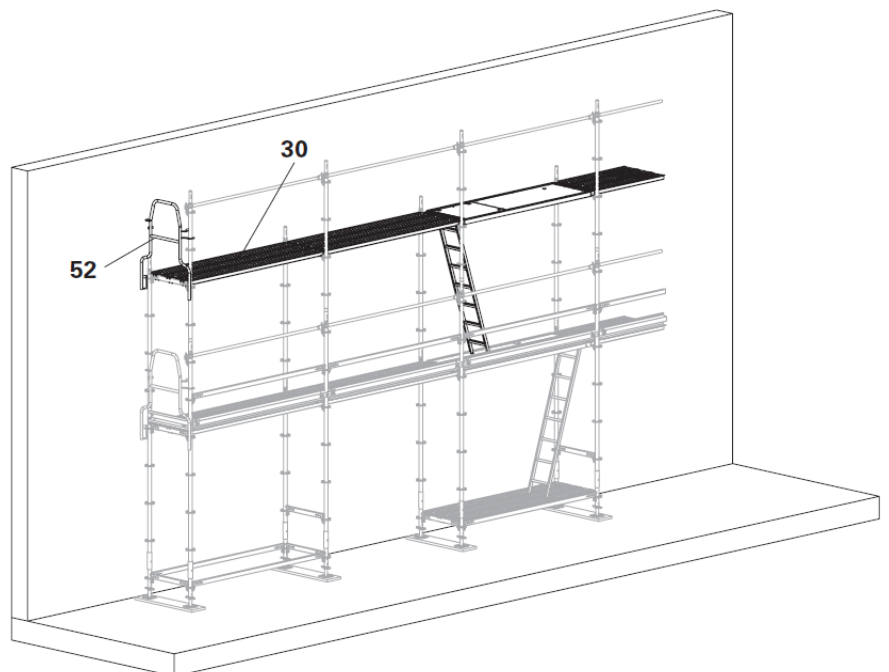

Fig. B4.03
4. Fixez à l'avance le garde-corps d'extrémité UPA-2 (52) sur le côté avant.
5. Installer le platelage (30). (Fig. B4.03)